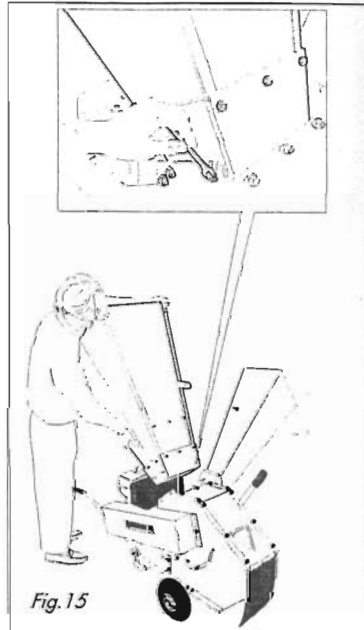

Fig. 15
- Enlever la trémie supérieure en dévissant les 4 écrous comme indiqué fig. 15.
- Enlever la trémie supérieure en dévissant les 4 écrous comme indiqué fig. 15